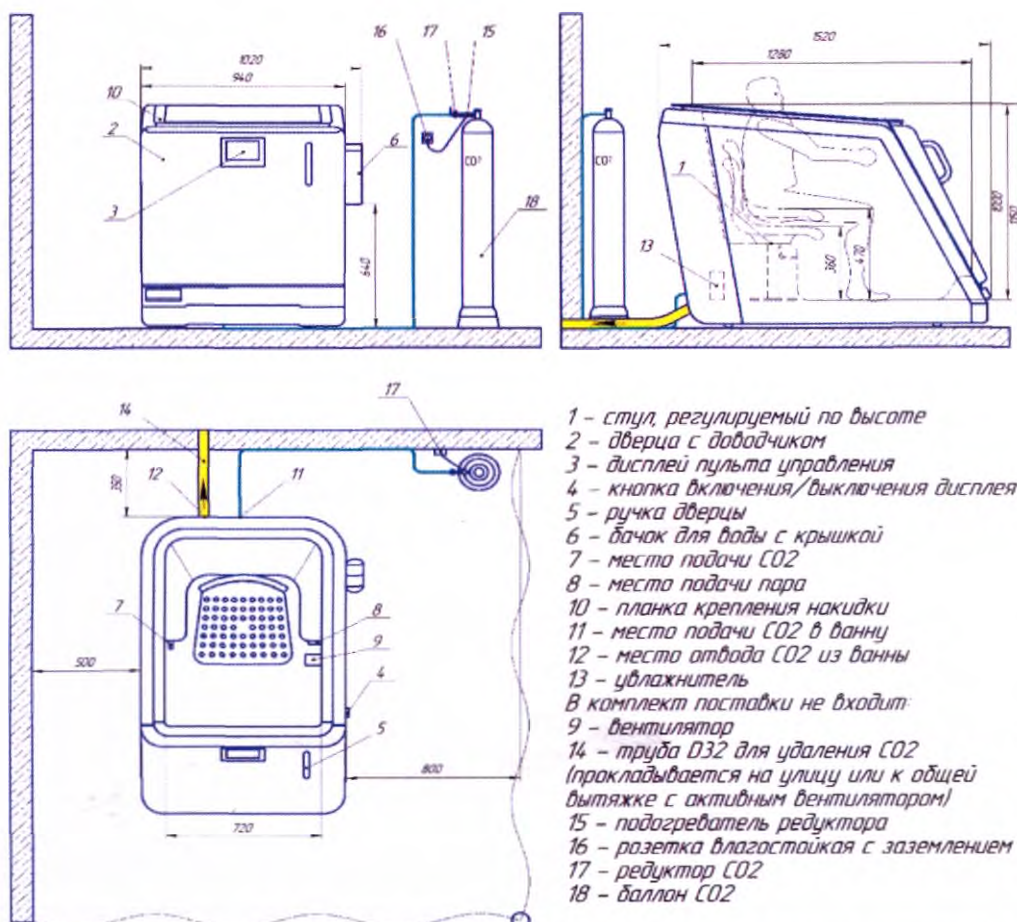

Рис.2. Ванна медицинская для проведения воздушно-углекислых, воздушно-радоновых лечебных процедур «ГЕЙЗЕР», исполнение 1-СУВ. Схема общего устройства
Рис.2а. Ванна медицинская для проведения воздушно-углекислых, воздушно-радоновых лечебных процедур «ГЕЙЗЕР», исполнение 2-СУВР. Схема общего устройства
7.6.2. Подключение электропитания вентилятора производится проводом $3 \times 1 \text{ мм}^2$ типа ВВГ самостоятельно заказчиком по месту установки. Кабель прокладывается заранее в стяжке пола либо по полу, в трубе, защищающей кабель от механических повреждений. На стене согласно рис. 2 монтируется влагостойкая розетка.